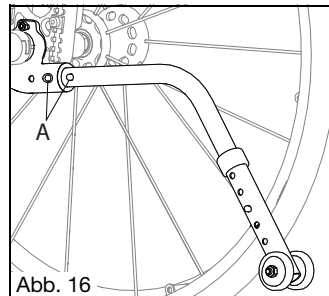

Abb. 16
So installieren Sie den standardmäßigen Kippschutz (Abb. 16)
1. Drücken Sie den hinteren Freigabestift des Kippschutzes (Abb. 16:A) auf dem Kippschutzrohr, sodass die beiden Freigabestifte nach innen gezogen werden.